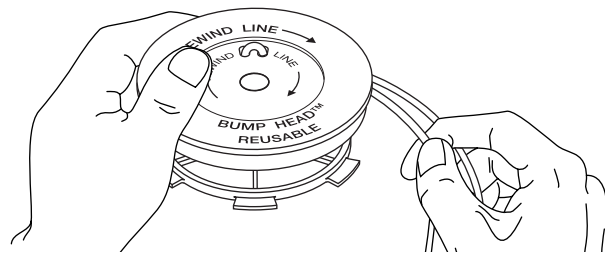

Fig. 17
7. Bobine las líneas en capas parejas y ajustadas sobre el carrete (Fig. 17). Bobine la línea en la dirección indicada en el carrete interior. Coloque su dedo índice entre las dos líneas para evitar que se superpongan. No superponga los extremos de la línea. Proceda al paso 11.
1. Saque los cuatro (4) tornillos que sostienen la cubierta del silenciador / filtro de aire (Fig. 17). Use un destornillador de broca Torx N° T20.